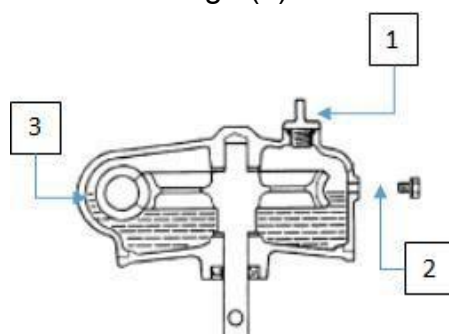

Fig.14
6.5. Boîte de vitesses (Fig.14)